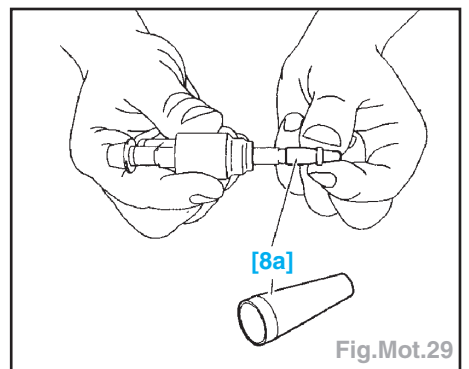

Fig.Mot.29
- Placer un joint neuf à l'aide de l'outil manchon 0189.N1 (Fig.Mot.29).